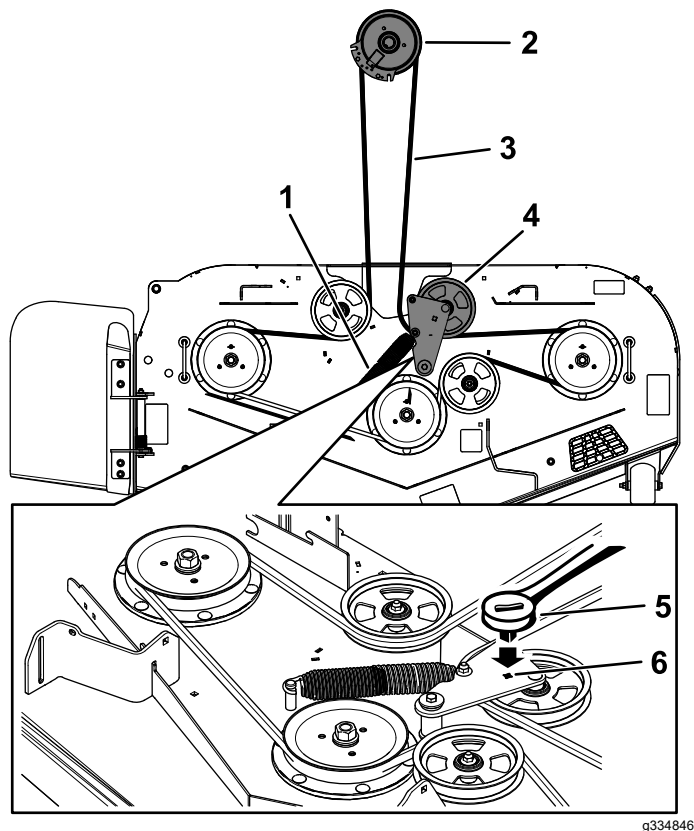

Figura 60
8. Inserite un cricchetto da  $\frac{3}{8}$ " nel foro quadrato del braccio di rinvio per allentare la molla del tendicinghia (Figura 60).
10. Togliete il guidacinghia dal braccio di rinvio a molla (Figura 60).
12. Montate la nuova cinghia attorno alle pulegge del tosaerba e alla puleggia della frizione, sotto il motore (Figura 60).
13. Montate il guidacinghia sul braccio di rinvio (Figura 60).
14. Con il cricchetto da  $\frac{3}{8}$ " nel foro quadrato, montate la molla del tendicinghia (Figura 60).